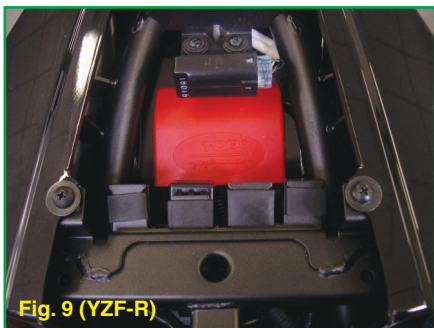

Fig. 9 (YZF-R)
- Posizionare la centralina TFI sotto la sella del passeggero nella zona posteriore del telaio (Fig. 9) e fissarla tramite gli adesivi dual lock in dotazione quindi sistemare il cablaggio dei cavi fino al motore. Si consiglia di fissare il cablaggio al telaio in alcuni punti utilizzando fascette di plastica per evitare danneggiamenti.